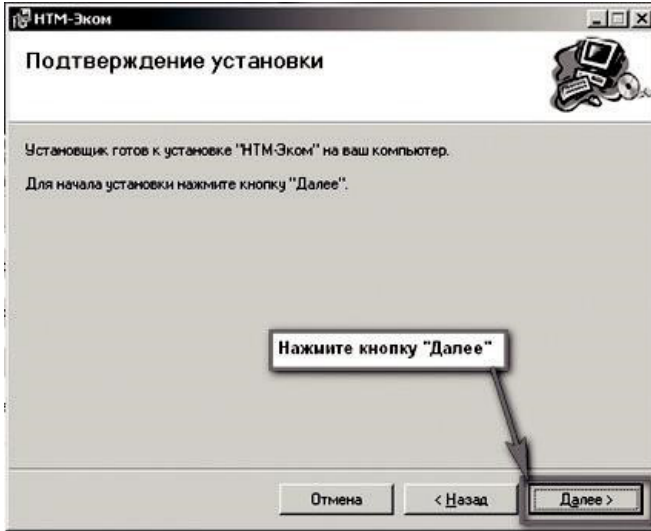

Рисунок 10
8.2.4.5. После того как ПО «HTM-Эком» будет установлено, нажать кнопку «Далее» (рисунок 10).